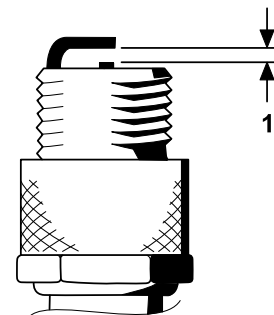

図 44
4. 図 44 のように、電極間のエアギャップを 0.76 mm に調整する。